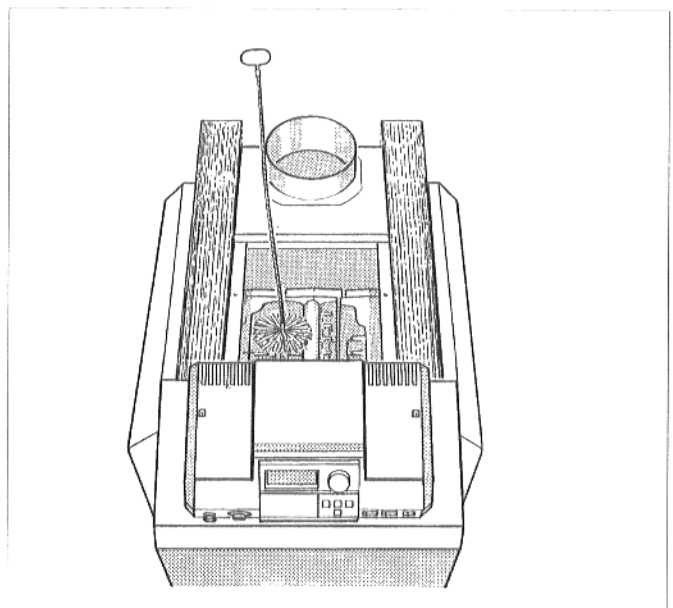

Abb. 44: Bürstenreinigung
- Heizgaszüge durchbürsten (Abb. 44).
- Bei starker Verkrustung Heizgaszüge durchbürsten (Abb. 44).